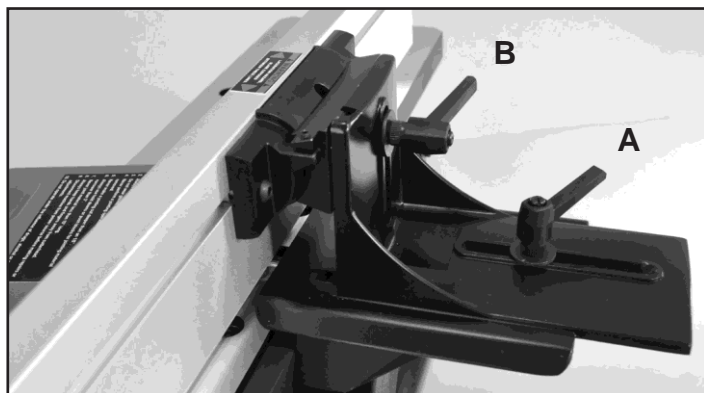

FIG. 18
1. Pour déplacer la clôture à travers la table, desserrer le levier de verrouillage (A), faire glisser la clôture à la position désirée sur la table, puis resserrer le levier de verrouillage. FIG. 18.
**REMARQUE:** Direction de poignée des leviers de verrouillage (A) et (B) peut être repositionné en tirant vers le haut le levier et le repositionner sur l'écrou situé sous le levier.
2. Pour incliner la clôture, desserrer le levier de verrouillage (B) et incliner la clôture à l'angle désiré. Resserez ensuite le levier de verrouillage. FIG. 18.